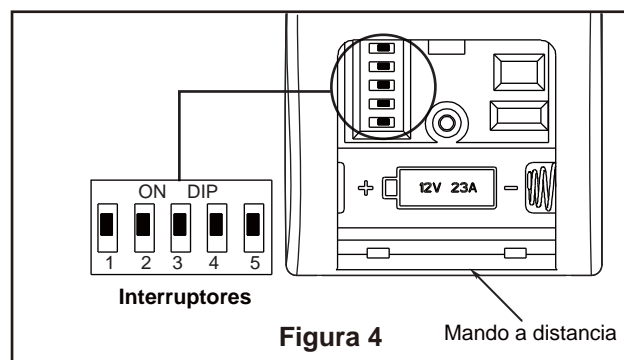

Figura 4
3. Una vez realizadas las conexiones, gire los conductores hacia arriba y, con cuidado, colóquelos dentro de la caja de salida; con los conductores blancos y verdes hacia un lado y los conductores negros hacia el otro. (Figura 4)
4. Fije firmemente el conector de 9 pasadores de la unidad del motor al enchufe del mazo de cables dentro de la ensamble de la placa de iluminación. (Figura 4)
4. Para configurar el código del mando a distancia, mueva los interruptores de código hasta colocar el código de selección en la posición arriba o abajo. Con un destornillador pequeño o con una lapicera (no se incluye) deslice firmemente hacia arriba o hacia abajo. (Figura 4)